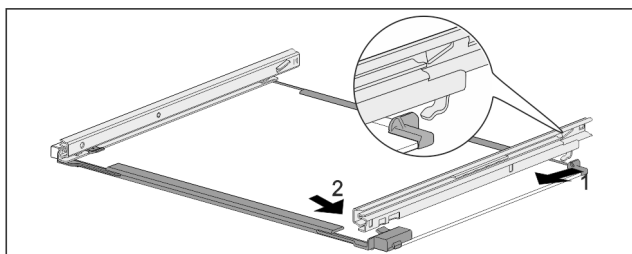

Fig. 108 Skleněná deska s kolejničkami
- Zahákněte kolejničku vzadu. Fig. 108 (1)
- Zaklapněte kolejničku vpředu. Fig. 108 (2)